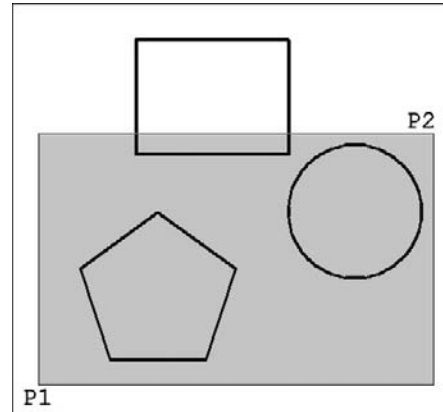

Fig.3.20
- 2 Sélectionner les objets à effacer à l'aide d'une des options de sélection. Par exemple le polygone et le cercle avec l'option **Fenêtre** (fig.3.20).